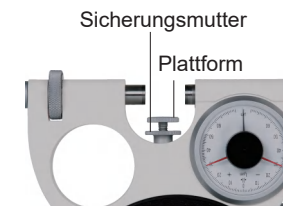

Abb.2
--- Verwenden Sie die Plattform, um die Position für die Massenmessung zu begrenzen. Lösen Sie die Sicherungsmutter, drehen Sie die Plattform in die richtige Position und drehen Sie dann die Sicherungsmutter, um die Plattform festzuziehen (Abb. 2).